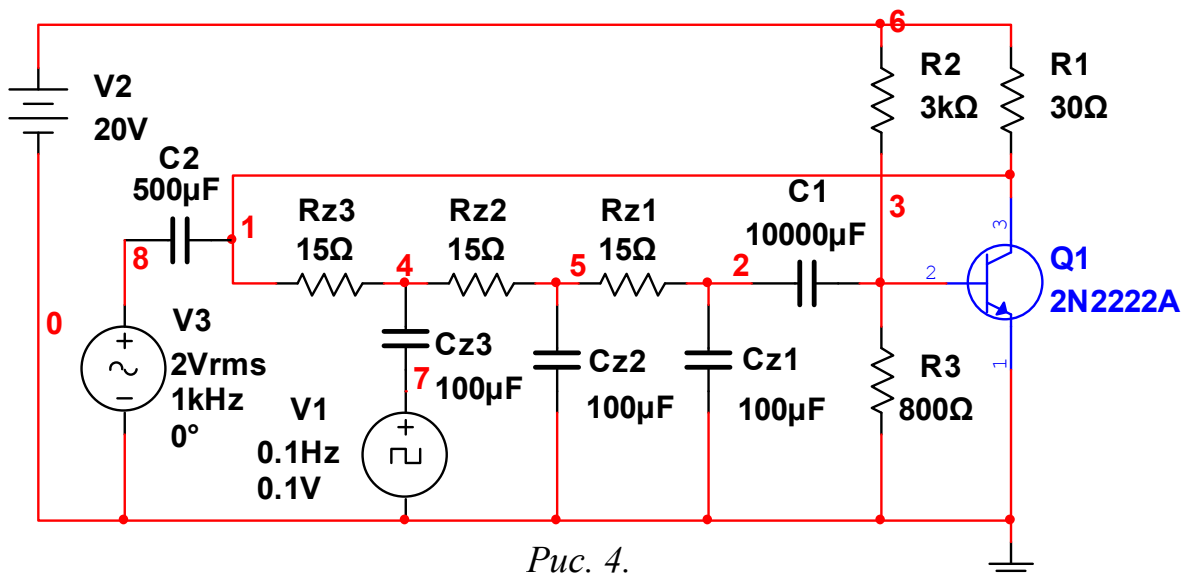

Рис. 4.
Якщо на автогенератор діє зовнішній періодичний ЕРС., він може перейти в режим вимушеної синхронізації, коли частота автоколивань буде рівною частоті джерела ЕРС. Такий режим буде забезпечуватися у випадку, коливання напруги на базі транзистора за рахунок зовнішнього джерела зменшують його середній коефіцієнт підсилення настільки, що перестає виконуватися амплітудна умова самозбудження (1). На рис.4 зображений RC-автогенератор, який розглядався вище, із джерелом ЕРС $V3$. У випадку досить значної амплітуди напруги джерела $V3$ відбувається вимушена синхронізація автогенератора. Ємність $C2$ потрібна для розв'язки колектора транзистора та джерела $V3$ за постійною складовою.
5. Зібрати схему, зображену на рис.4. Провести аналіз часових залежностей (Transient Analysis) для сигналу на колекторі транзистора. Шляхом зміни амплітуди джерела ЕРС V3 та ємності розв'язки C2 отримати режими наявності та відсутності вимушеної синхронізації. Визначити мінімальне (порогове) значення амплітуди джерела ЕРС V3, при якому відбувається вимушена синхронізація.